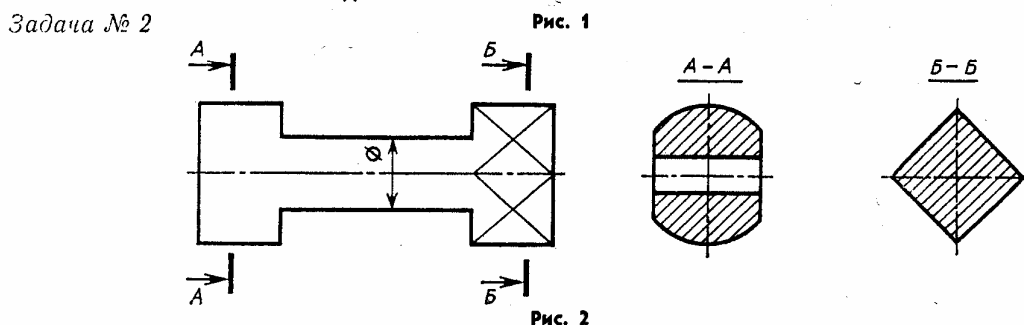

Рис. 2
2. Даны главное изображение детали и фигуры сечений. На главном изображении не дочерчены линии и конструктивные элементы детали. Руководствуясь приведенными изображениями, дочертите их (рис.2).